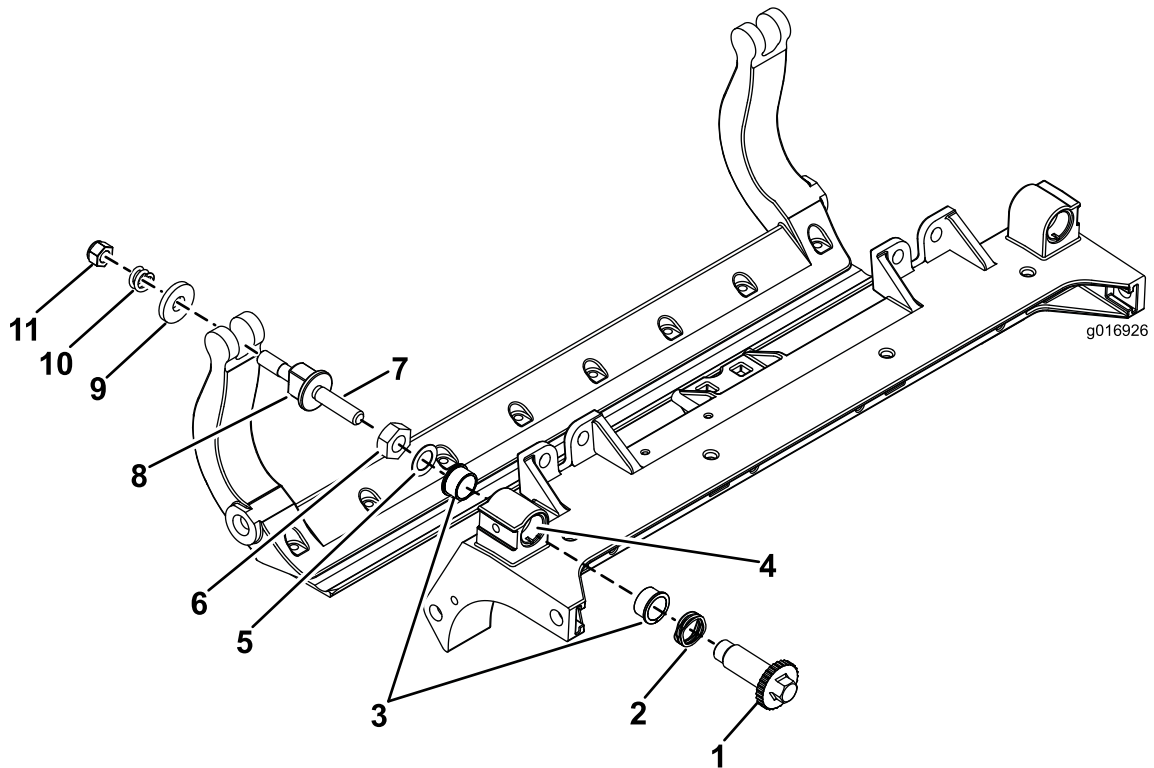

Bild 43
1. Entfernen Sie alle Teile (siehe *Installationsanleitung* für das HD-DPA-Kit und Bild 43).
2. Tragen Sie ein Gleitmittel innen im Büchsenbereich am mittleren Schneideinheitrahmen auf (Bild 43).
3. Fluchten Sie die Keile an den Flanschbuchsen mit den Schlitzen im Rahmen aus und setzen Sie die Büchsen ein (Bild 43).
4. Legen Sie eine Wellenscheibe auf die Einstellerwelle und schieben Sie die Einstellerwelle auf die Flanschbuchsen im Rahmen der Schneideinheit (Bild 43).
5. Befestigen Sie die Einstellerwelle mit einer Flachscheibe und einer Sicherungsmutter (Bild 43).
12. Legen Sie eine Stahlscheibe außen auf jede Nylonscheibe (Bild 43).
Hinweis: Die Scheiben innen können einen Abstand aufweisen (Bild 43).
15. Ziehen Sie die Mutter an jedem Untermesserträgereinsteller an, bis die Druckfeder ganz zusammengedrückt ist, lösen Sie die Mutter dann um eine halbe Umdrehung (Bild 43).